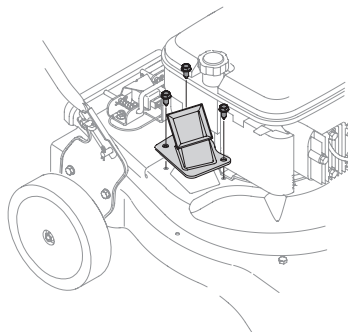

Figura 21
- Ajuste los tres tornillos de cabeza hexagonal que sostienen el canal de la cortadora a la caja superior. Vea la Figura 21.